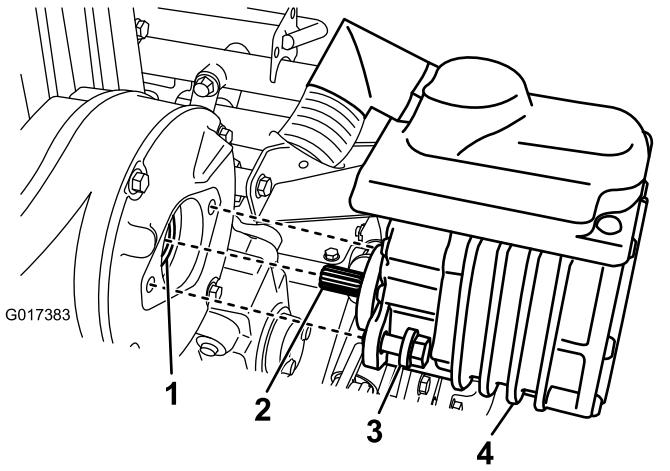

图40
2. 拆下将马达固定到传动装置外壳的 2 颗螺栓 图40。
4. 用润滑脂枪向传动装置的凹面泵入一到两次润滑脂 (图40)。